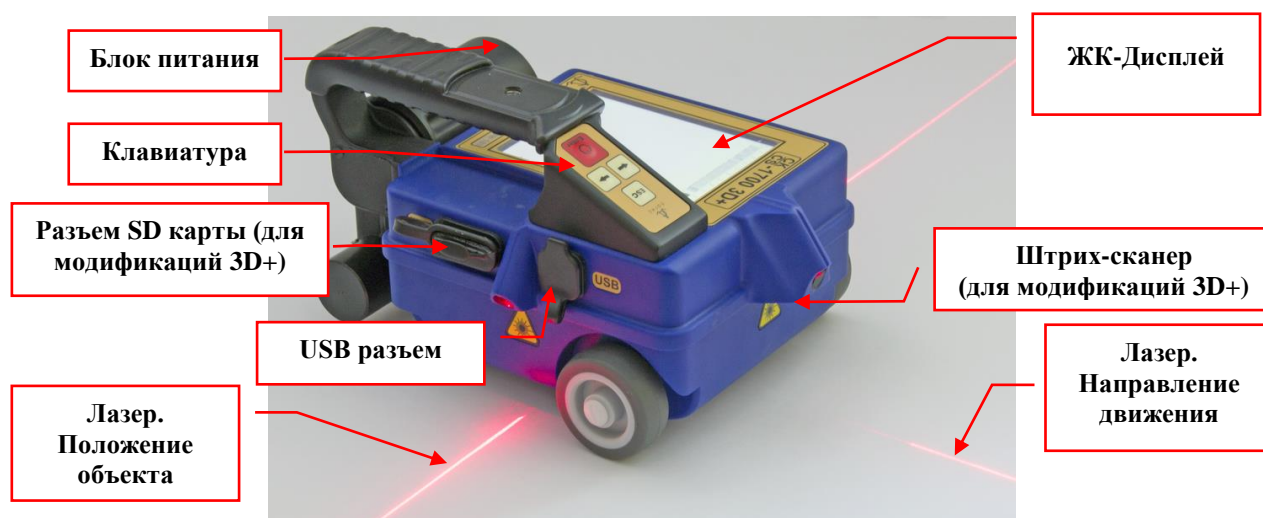

Рис. 4.1 - Внешний вид бетоноскопа
- Внешний вид бетоноскопа СК-1700 3D+ в собранном виде приведен на Рис. 4.1.